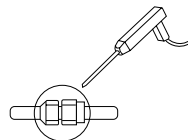

Abb. 4-3
- 4.4 Nach Herstellung der Verbindungen sind die Kupplungen auf eventuelle Kältemittel-Leckagen zu überprüfen bei Verwendung eines Leckstellensuchers, siehe Abb. 4-3.